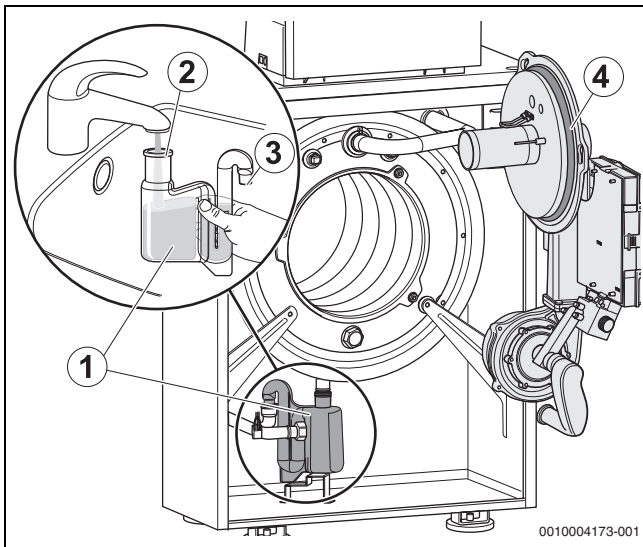

Bild 69 Siphon reinigen
- ▶ Vor Brennermontage den richtigen Sitz des O-Rings (→ Bild 69, Seite 40[4]) überprüfen und ggf. korrigieren.